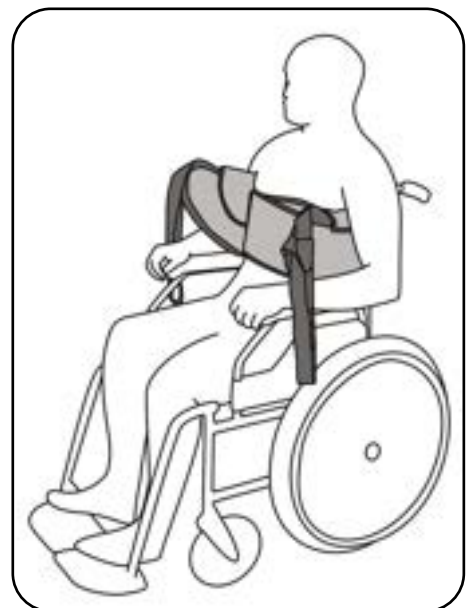

Abb. 8.2.02 – geschlossene Brustschlaufe
7. Verschließen Sie die Brustschlaufe um den Brustkorb des Patienten mit dem Klettverschluss so, dass der Liftergurt in seiner Position gesichert ist und den Patienten nicht einschnürt (Abb. 8.2.02)